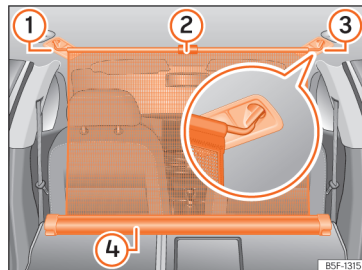

Abb. 141 Im Gepäckraum: eingehängtes Trennnetz bei vorgeklappter Rücksitzlehne.
- Ziehen Sie die Lasche »» Abb. 141 ② nach oben, um das Netz aus dem Einsatz »» Abb. 141 ④ zu nehmen.
- Hängen Sie das Trennnetz an der rechten oder linken Seite » Abb. 141 ③ (vergrößerte Darstellung) ein.
- Hängen Sie das Trennnetz an der Aufnahme der anderen Seite » Abb. 141 ① ein, indem Sie an der Stange ziehen.
Die Netztrennwand ist richtig montiert, wenn die T-förmigen Enden sicher in den entsprechenden Aufnahmen » Abb. 141 ③ und ① eingehängt sind.
- Rollen Sie die Netztrennwand in den Einsatz » Abb. 141 ④ ein, indem Sie sie mit der Hand nach unten ziehen.